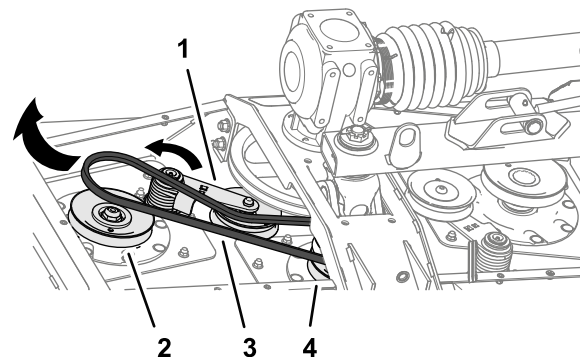

Figure 66
- Au moyen d'une barre de levier ou d'un outil similaire, faites tourner le tendeur de la petite courroie dans le sens antihoraire et déchaussez la courroie de la poulie de tendeur (Figure 66).